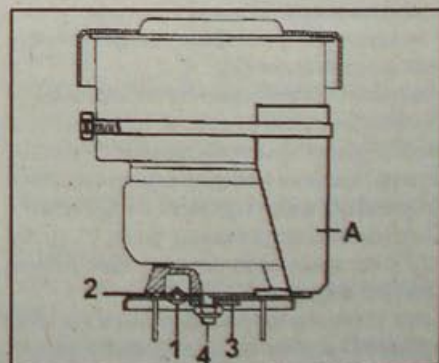

Рис. 11.10. Центрирование пневматических рессор:
- Соосно рассверлите стопорную шайбу (2, рис. 11.10) через два отверстия (1), после чего зафиксируйте ее двумя заклепками диаметром 3,2 мм.
- Снимите приспособление Sus. 1193, после чего установите нижнюю шайбу (3) и наверните гайку (4).